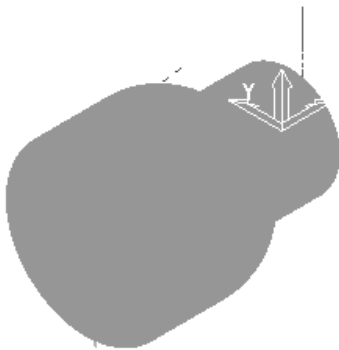

图 2-160 生成的刀具路径
9) 在“旋转精加工”对话框中单击“应用”按钮和“接受”按钮，确定参数并退出对话框，生成的刀具路径如图 2-160 所示。